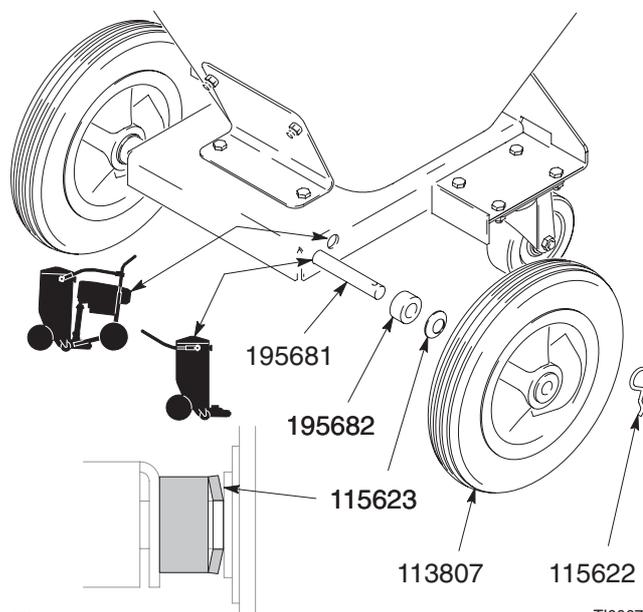

Fig. 2
- Fig. 2. Coloque las ruedas para la configuración **Autónoma** o **Tolva para texturas en el pulverizador**.